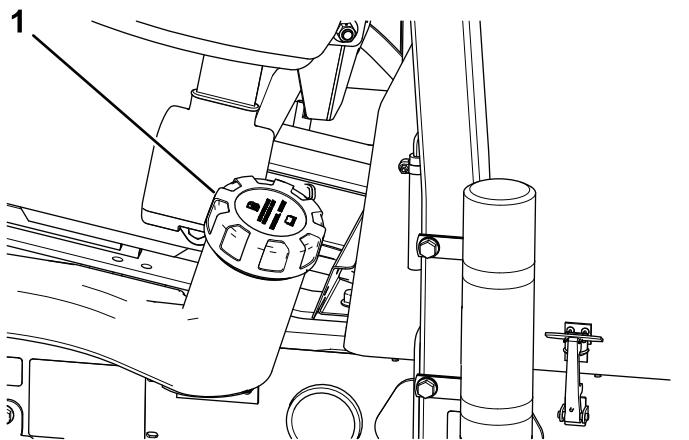

Figura 46
2. Pulite l'area circostante il tappo del serbatoio carburante (Figura 46).